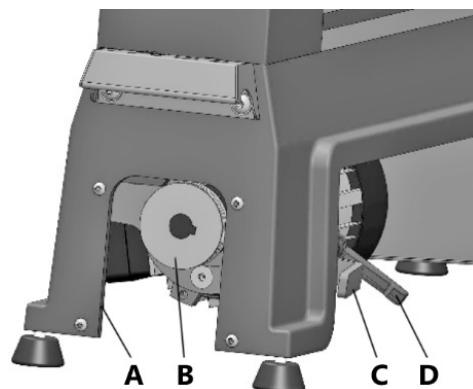

Рисунок 22.
- Ослабьте натяжение ремня, ослабив ручку-фиксатор D (рис. 22).
- Вставьте новый ремень через нижнюю боковую выемку А основания станка (рис. 22) и протяните его вокруг левого конца шпинделя на шкив F (рис. 11).